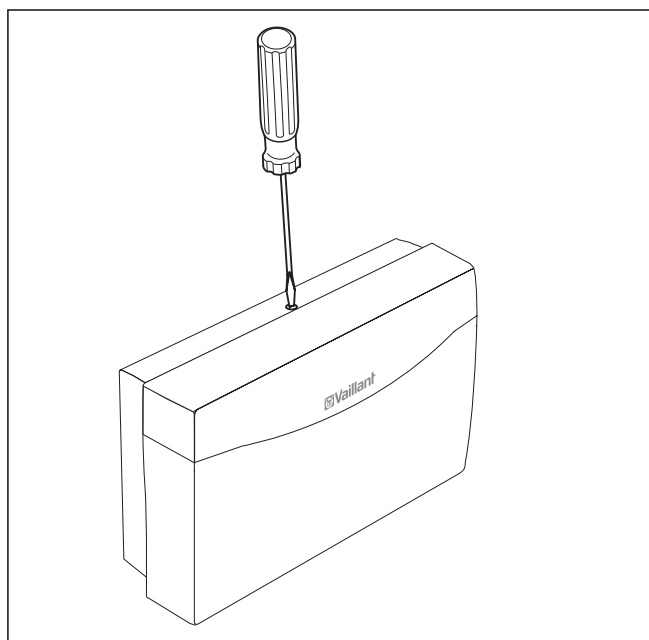

Abb. 4.1 Öffnen des Gehäuses
- Reißen Sie die beiden Befestigungspunkte gemäß den Befestigungsöffnungen (1) an geeigneter Stelle an.
- Verschrauben Sie die Gehäuseabdeckung entsprechend Abb. 4.1.